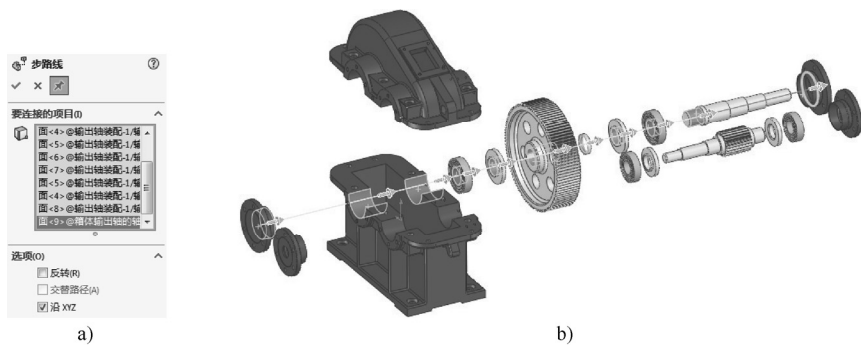

图 6-68 创建追踪线
STEP 10 单击“装配体”工具栏中的“爆炸直线草图”按钮，依次选择一条轴线上零件的圆柱面，单击“确定”按钮，创建追踪线，如图 6-68 所示（然后通过相同操作创建另外两条追踪线即可完成整个爆炸视图的创建）。